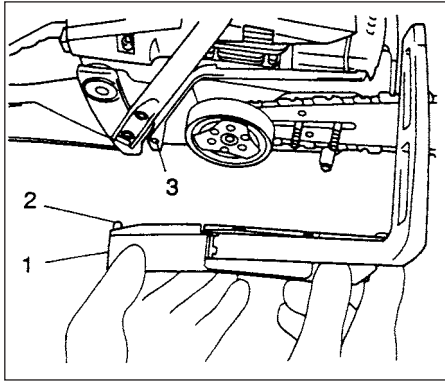
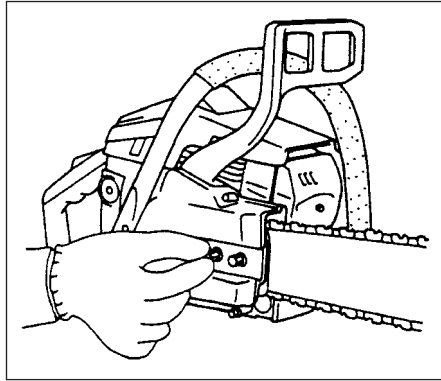

Fig.1-3
Fig.1-3B
4. Installer le carter latéral (1) sur les boulons de serrage du guide-chaîne tout en insérant la goupille de positionnement (2) sur le carter latéral dans l'ouverture de positionnement (3) située sur l'unité. (Fig.1-3) Puis serrer les écrous de serrage à la main. (Fig. 1-3B)
5. Soulever l'extrémité du guide-chaîne et régler la tension de la chaîne (1) en tournant la vis de réglage de tension (2) dans le sens des aiguilles d'une montre. Pour vérifier que la tension de la chaîne est adéquate, soulever légèrement le centre de la chaîne. Il faut qu'il y ait alors un jeu de 0,5 à 1,0 mm entre le guide-chaîne et le bord des maillons d'entraînement de la chaîne (3).